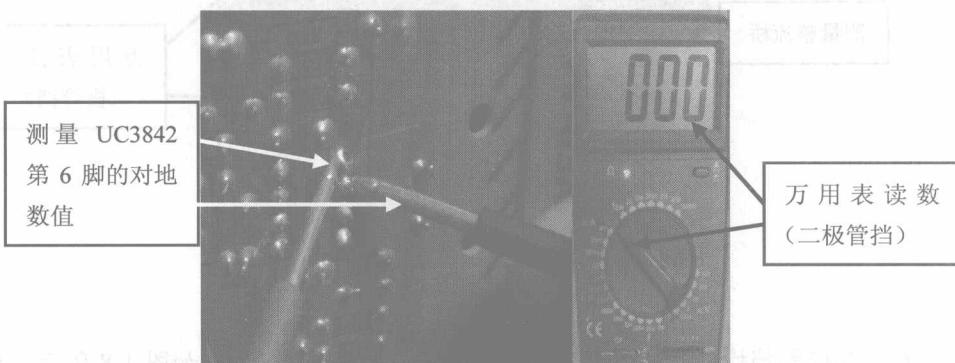

图 1-10
⑤用万用表的二极管挡测量开关电源控制芯片 UC3842 第 6 脚的对地数值，测得它的数值为 0，说明电源控制芯片 UC3842 的第 6 脚对地短路，如图 1-10 所示。